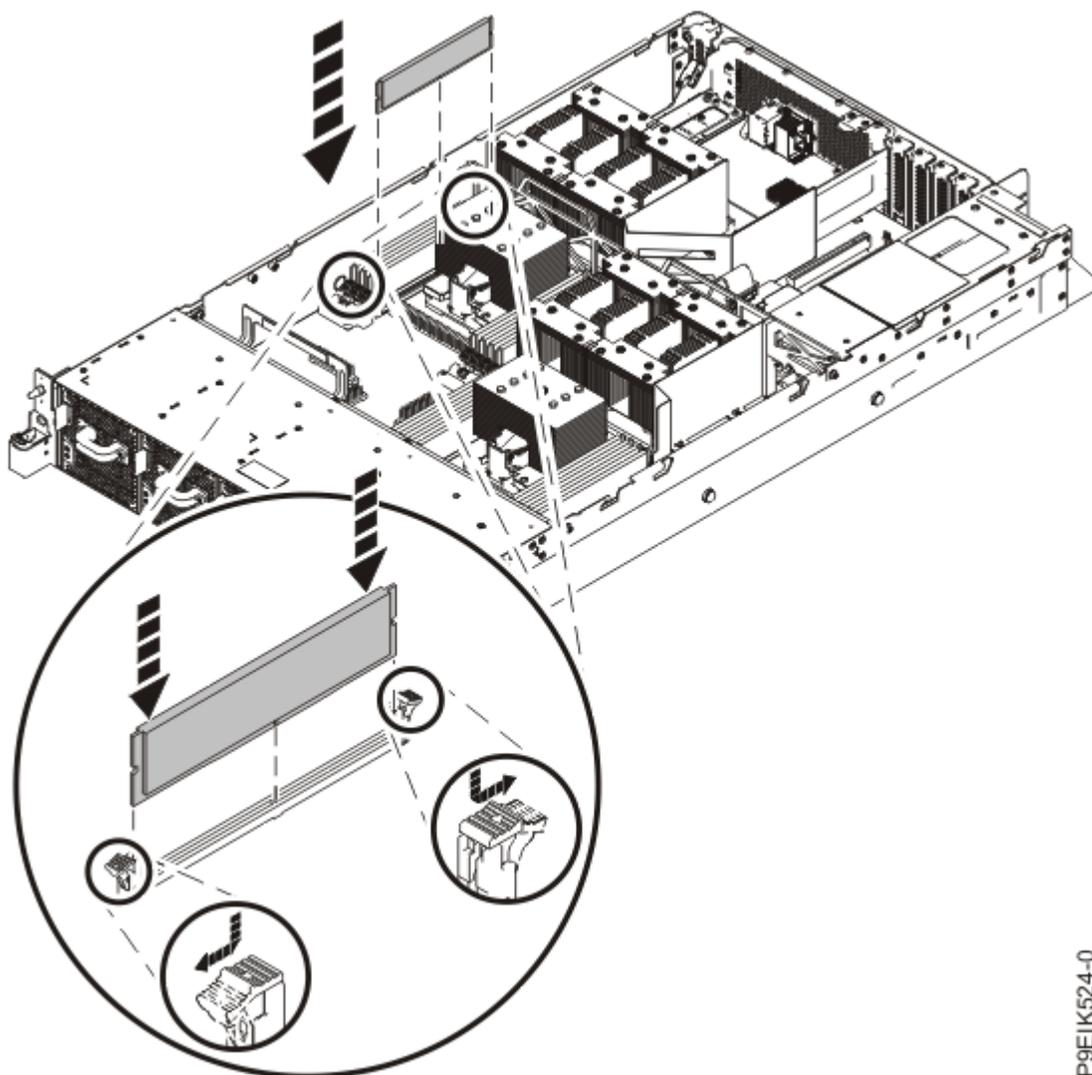

Figura 31. Instalando Módulos de Memória
- a) Empurre as guias de bloqueio para a posição aberta, para fora do slot, na direção mostrada em Figura 31 na página 37.